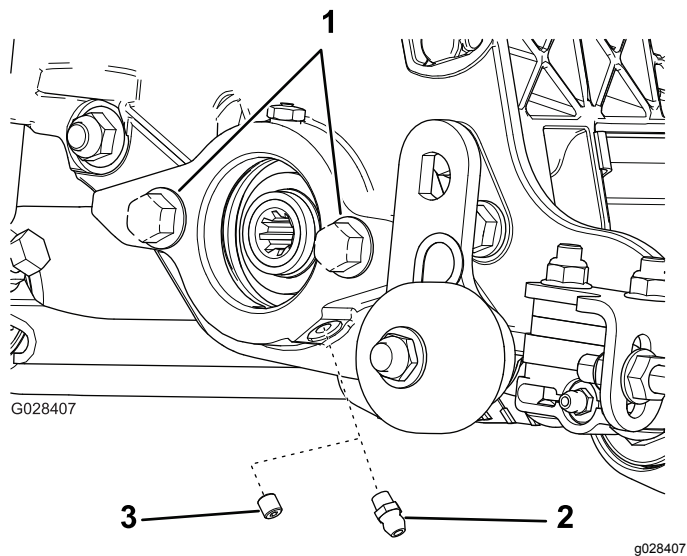

Figure 6
1. Retirez la vis de fixation sur la plaque latérale du moteur de cylindre (Figure 6) et mettez-la au rebut.
2. Montez les graisseurs droits (Figure 6).
3. Si la plaque latérale du moteur de cylindre ne possède pas de boulons, mettez-les en place (Figure 6).